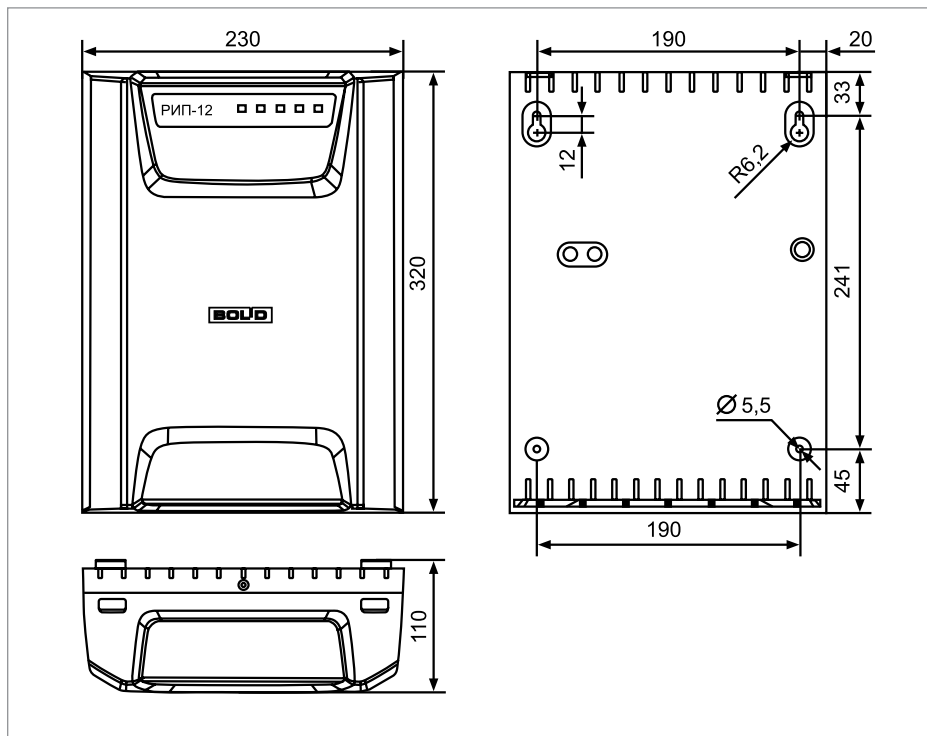

Рисунок 8. Внешний вид и габаритные размеры РИП
1. Наметьте на стене места для четырёх установочных отверстий в соответствии с габаритным чертежом (см. Рисунок 8). Просверлите отверстия.